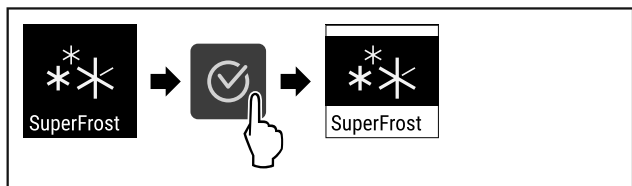

Fig. 64
- ▶ Eseguire i passi (vedere Fig. 64) .